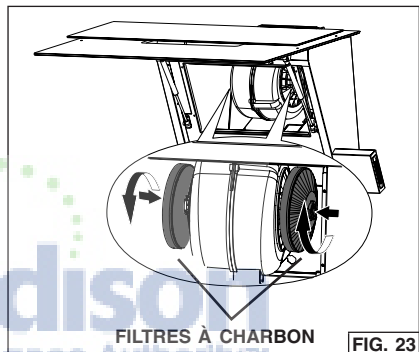

FIG. 23
2. Installez (2) filtres à charbon à la soufflante, comme illustré. Fig. 23